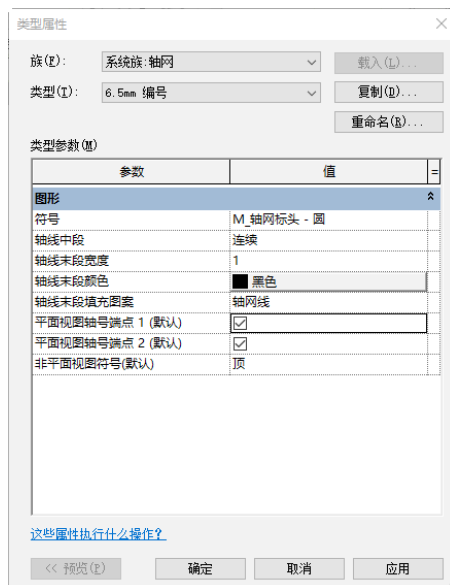

图 4-49 “类型属性”对话框
- (1) 在“项目浏览器”中双击“结构平面”节点下的“1F”，将视图切换到 1F 结构平面视图。
- (2) 单击“结构”选项卡“基准”面板“轴网”按钮，打开“修改|放置轴网”选项卡和选项栏。
- (3) 在“属性”选项板中选择“轴网 4.5mm 编号”类型，单击“编辑类型”按钮，打开“类型属性”对话框，勾选“平面视图轴号端点 1(默认)”复选框，其他采用默认设置，如图 4-49 所示，单击“确定”按钮。